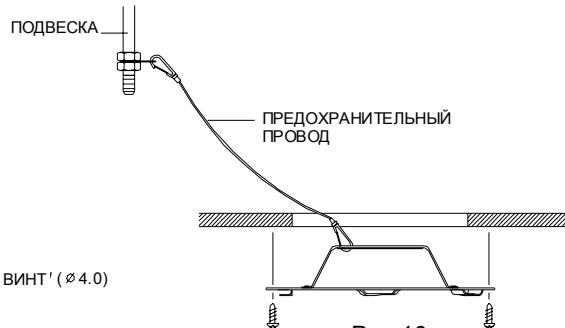

Рис.10
- Прикрепите предохранительный провод к подвеске в целях предотвращения падения камеры. Второй конец предохранительного провода крепится к отверстию для предохранительного провода (Рис.10).